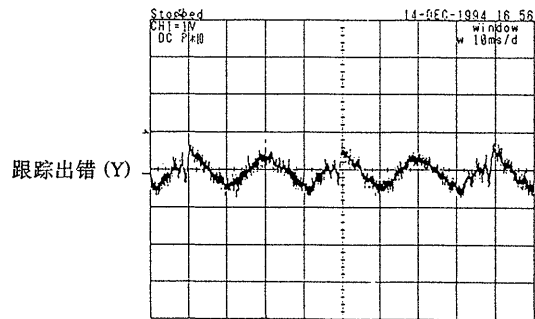

图 8-2. 播放方式
- 上述检测基本上使用校正光碟, 如果无特殊错误被发现, 只可能是使用者的光碟上有错。尤其是 LD 的情况, 如果图 8-2 所示的波动的跟踪出错出现时, 拾音组件产生了共振。请更换新的